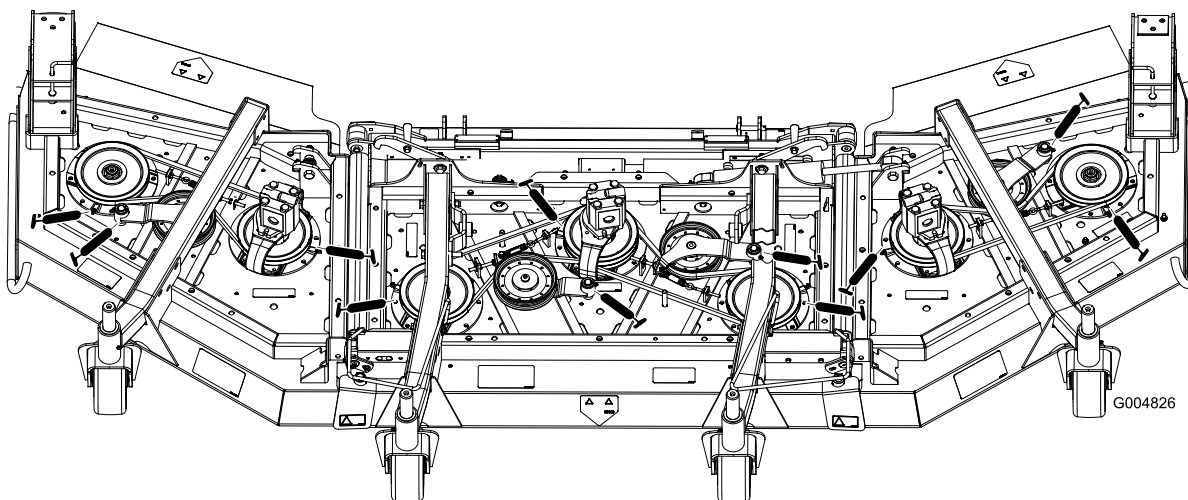

Figure 41
- Paliers d'axes de pivot (3) (sous la poulie) (Figure 41)
- Bagues de pivot de bras de renvoi (2) (Figure 41).